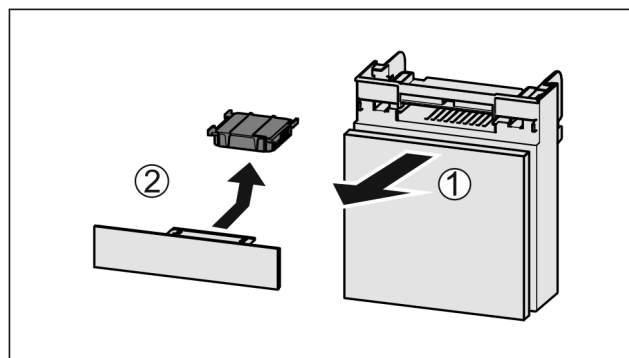

Fig. 218
- ▶ 向前拉出 Fig. 218 (1) 抽屉。
- ▶ 取出 Fig. 218 (2) 活性炭过滤器。